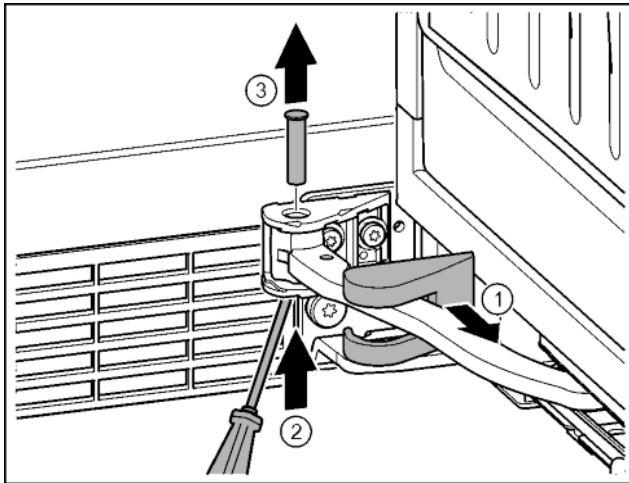

Fig. 16
- ▶ Lagerbockabdeckung abziehen und entlang des Gelenks verschieben. Fig. 16 (1)
- ▶ Bolzen mit Finger oder Schraubendreher von unten anheben. Fig. 16 (2)
- ▶ Mit Schraubendreher unter den Bolzenkopf fahren und herausziehen. Fig. 16 (3)